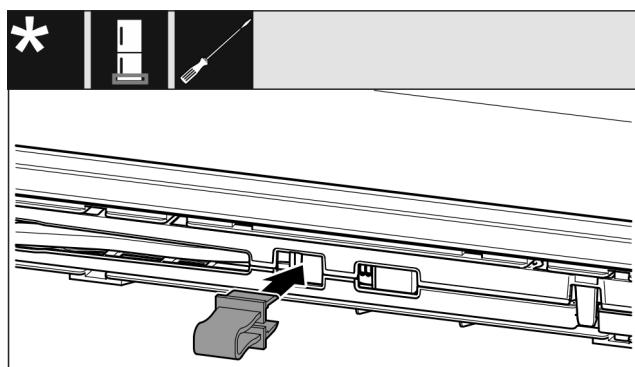

Fig. 14
- Sicherung in Öffnung einrasten Fig. 14 () .